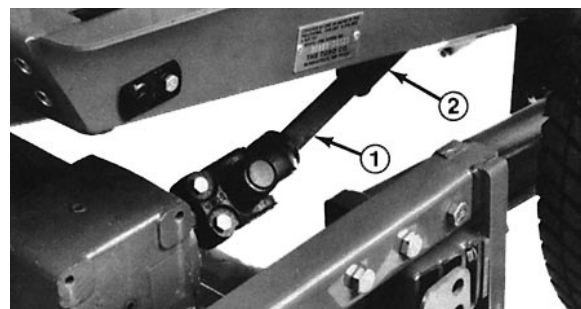

Fig. 7
5. Stop motoren og skub klippeenheden væk fra traktoren og bærerammen, så kraftudtagets han/hun-dele skilles ad (fig. 7).